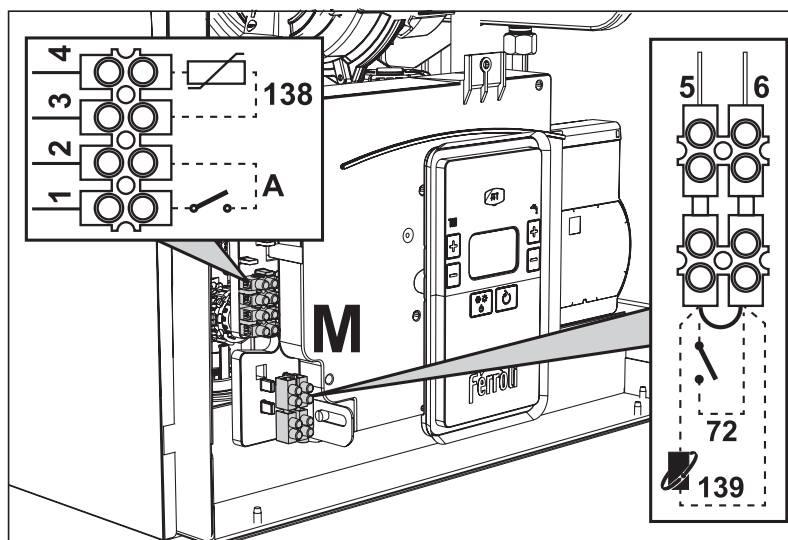
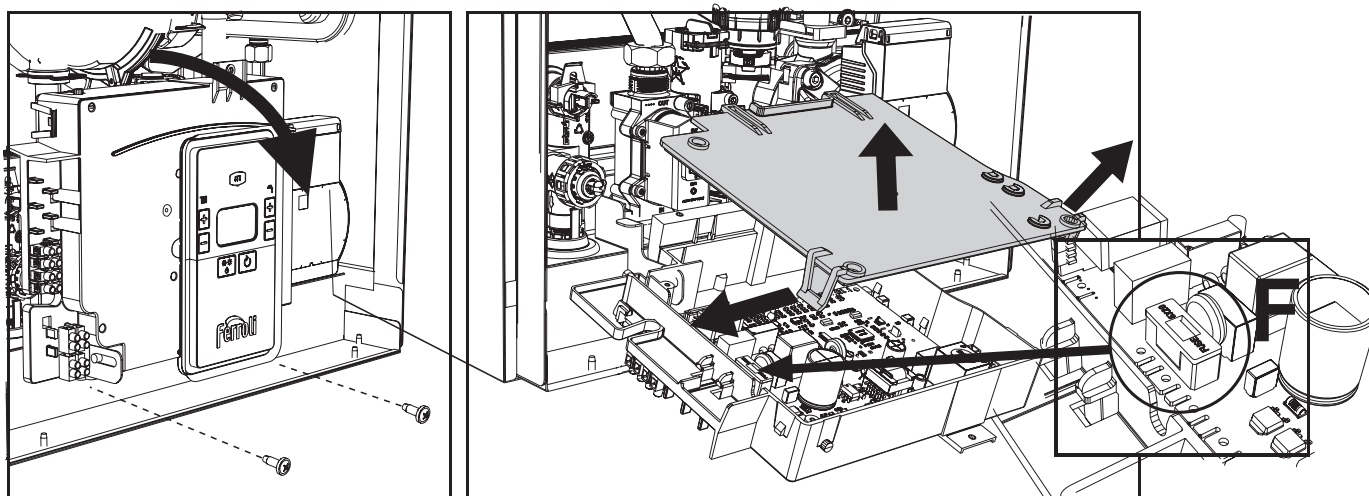

Рис. 18
Рис. 19
После снятия передней панели (см. «Открытие передней панели» на стр. 29) можно получить доступ к клеммным колодкам (M) и предохранителю (F), действуя согласно нижеприведенным указаниям (рис. 18 и рис. 19). **Клеммы, указанные на рис. 18, должны иметь чистые контакты (не 230 В).** Расположение зажимов и их назначение показаны также на электрической схеме на рис. 45.
Конфигурация выключателя ON/OFF (А рис.19)